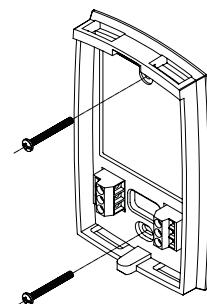

Figure 3
- ⑥ Fixer la plaque murale au mur avec les vis de montage fournies selon la figure 3.
- ⑦ Relier les fils aux bornes.